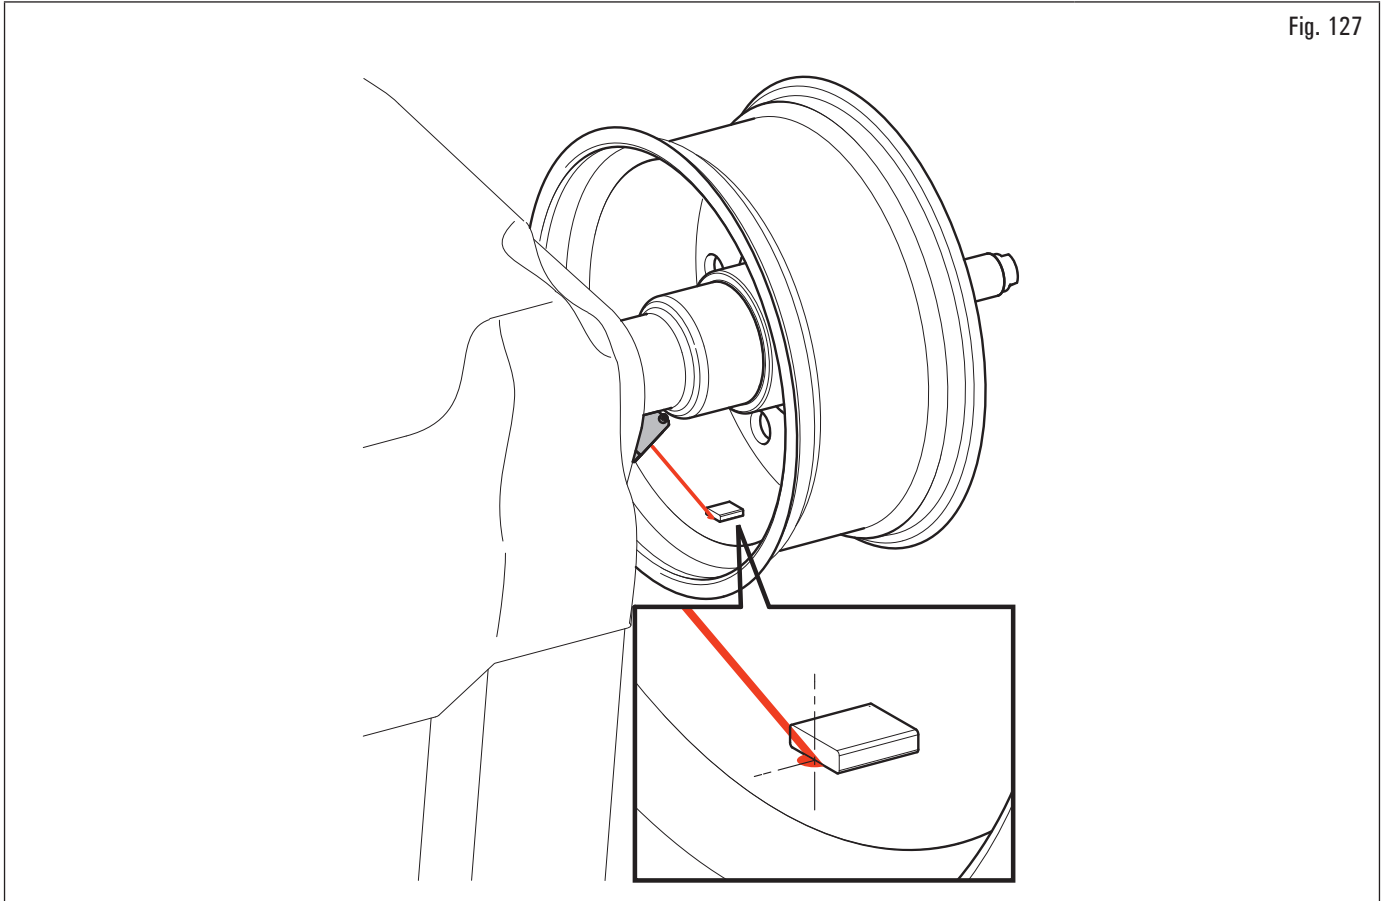

Fig. 127
Se debe aplicar el peso adhesivo del punto evidenciado por el apuntador hacia el interior de la llanta y con su línea central en correspondencia del apuntador mismo (véase Fig. 127).
3. apretar la tecla para ejecutar el nuevo cálculo del valor del peso a aplicar en la nueva posición configurada. En el monitor vuelve a aparece la pantalla (Fig. 127) con los valores eventualmente actualizados;
4. si el operador quiere modificar el punto de aplicación del peso adhesivo "lado interno rueda", es suficiente apretar la tecla (Fig. 127 ref. 2). La rueda, el láser y la pantalla se predisponen a la aplicación de tal peso.